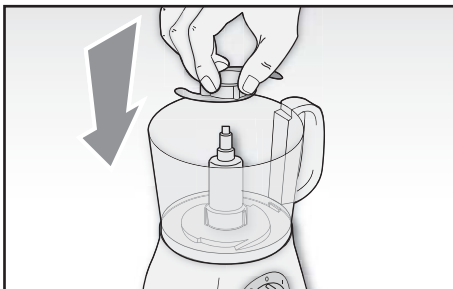

Fig. 5
Montare la lama in plastica (F), facendo coincidere le fessure interne alla base della lama con le tacche presenti sul supporto e premendola verso il basso (Fig. 5).